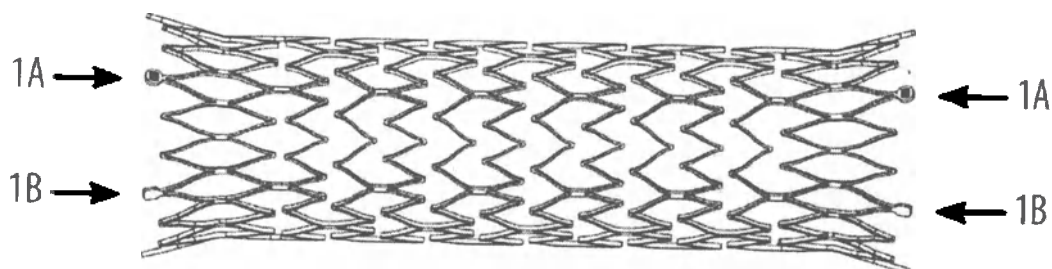

Рисунок 2. Венозный имплантируемый стент Venovo
- **имплантируемый саморасширяющийся** нитиноловый стент (никель-титановый сплав) (рис. 2). Имплантируемый стент — это **гибкий тонкий протез из трубчатой** сетки, который достигает нужного **диаметра в разжатом** состоянии, будучи помещенным в целевой кровеносный сосуд. Размещенный стент прилагает к поверхности просвета направленную вовне радиальную силу, тем самым обеспечивая открытость сосуда. На стент нанесены 12 меток, расположенных на его концах, по шесть с каждого конца. С каждого конца расположено по три рентгеноконтрастные танталовые метки (1A) и по три нитиноловые метки (никель-титановый сплав) (1B);